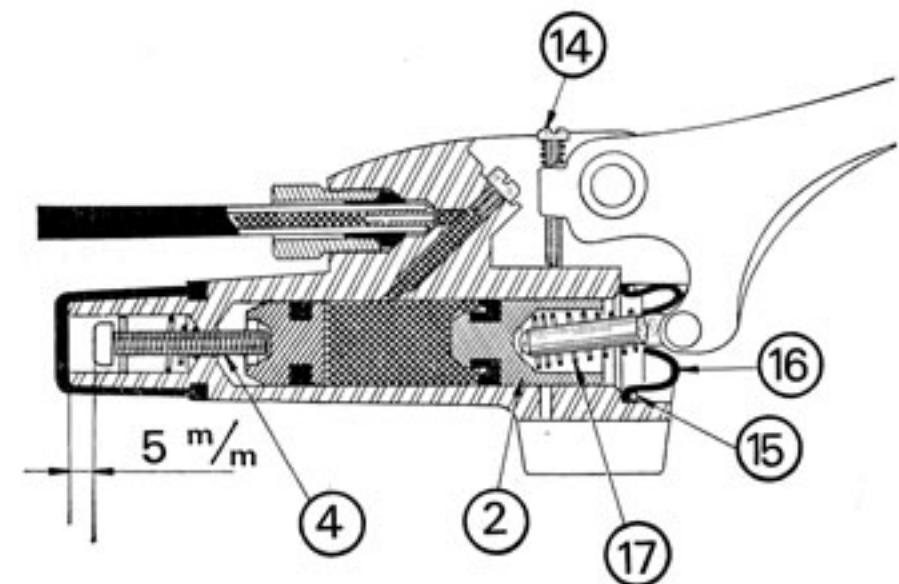

Fig. 1
Repousser le piston (2) (Fig. 1), engager le ressort (17) et le levier (1).
Régler l'écartement des plaquettes comme indiqué Fig. 1, page 4.